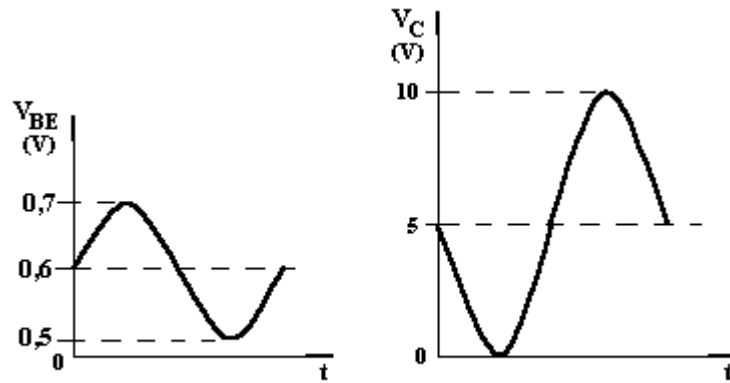

Fig. 26
- Cuando V_{BE} varía, V_C también varía. pero en sentido contrario. (Fig. 26)
En la Fig. 26 se aprecia claramente que para una variación de la tensión de polarización $V_{BE} = 0,2 V_{PP}$, se produce una variación en la caída de tensión sobre R_L de $V_C = 10V_{PP}$